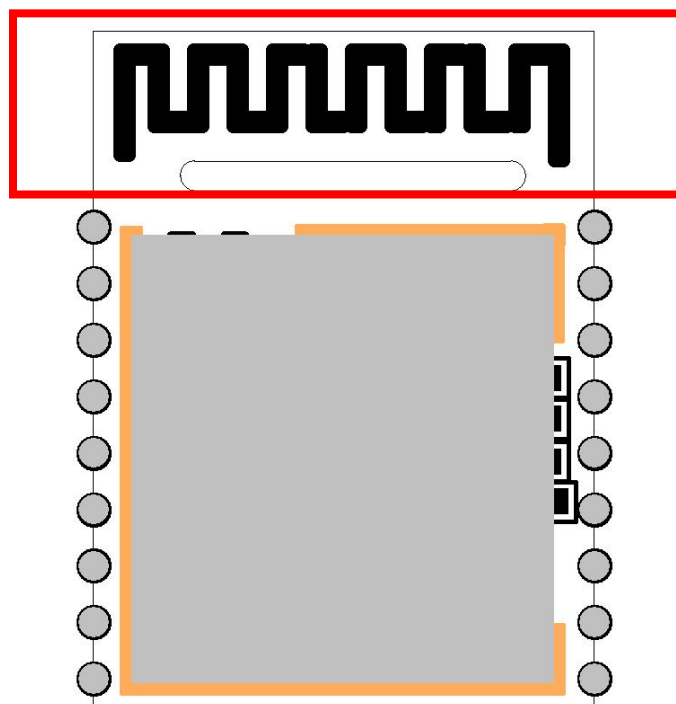

图 7 模块外围推荐按电路
3. 最好将图 7 中天线位置红色方框处挖空，以保证其 S11 受影响很小。